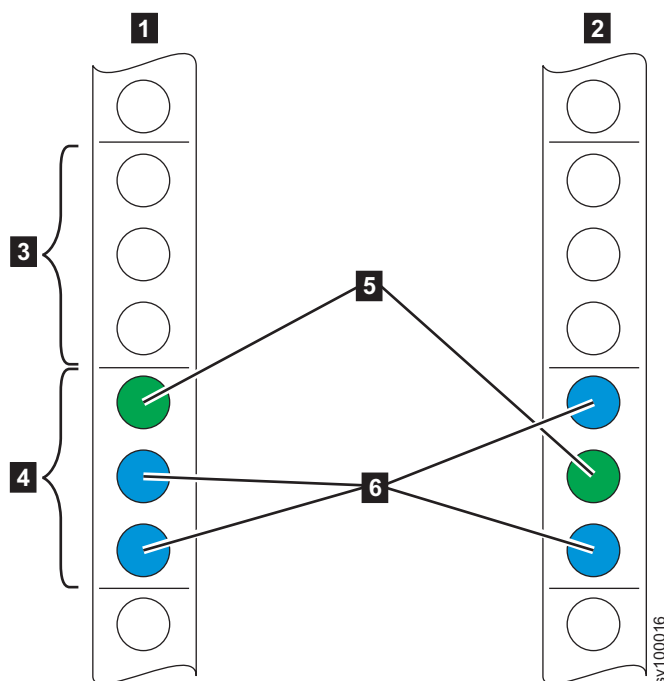

Figura 40. Identificando o espaço de rack
2. Selecione um espaço 2U disponível (dependendo do nó que você está instalando) em seu rack para instalar seu nó, conforme mostrado em Figura 40.